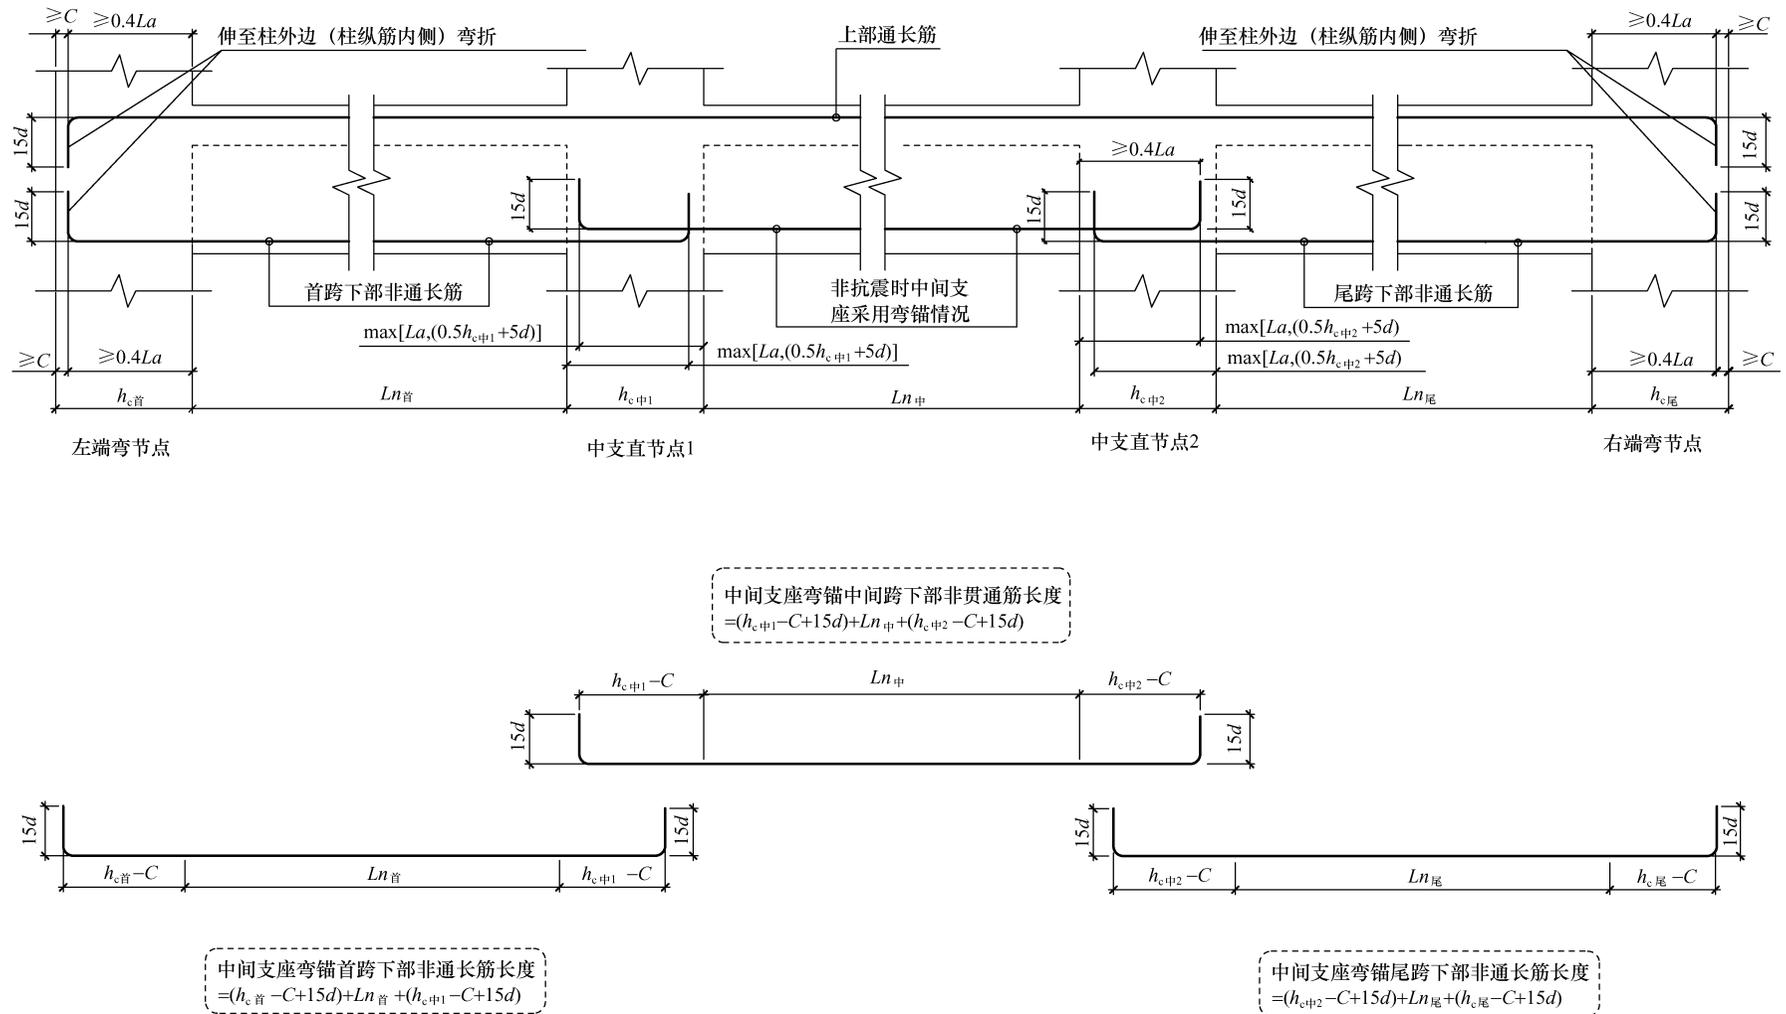

图 1.3.17 中间支座弯锚端支座也弯锚情况下部非贯通筋长度计算
① 中间支座弯锚端支座也弯锚情况下部非通长筋长度计算如图 1.3.17 所示。